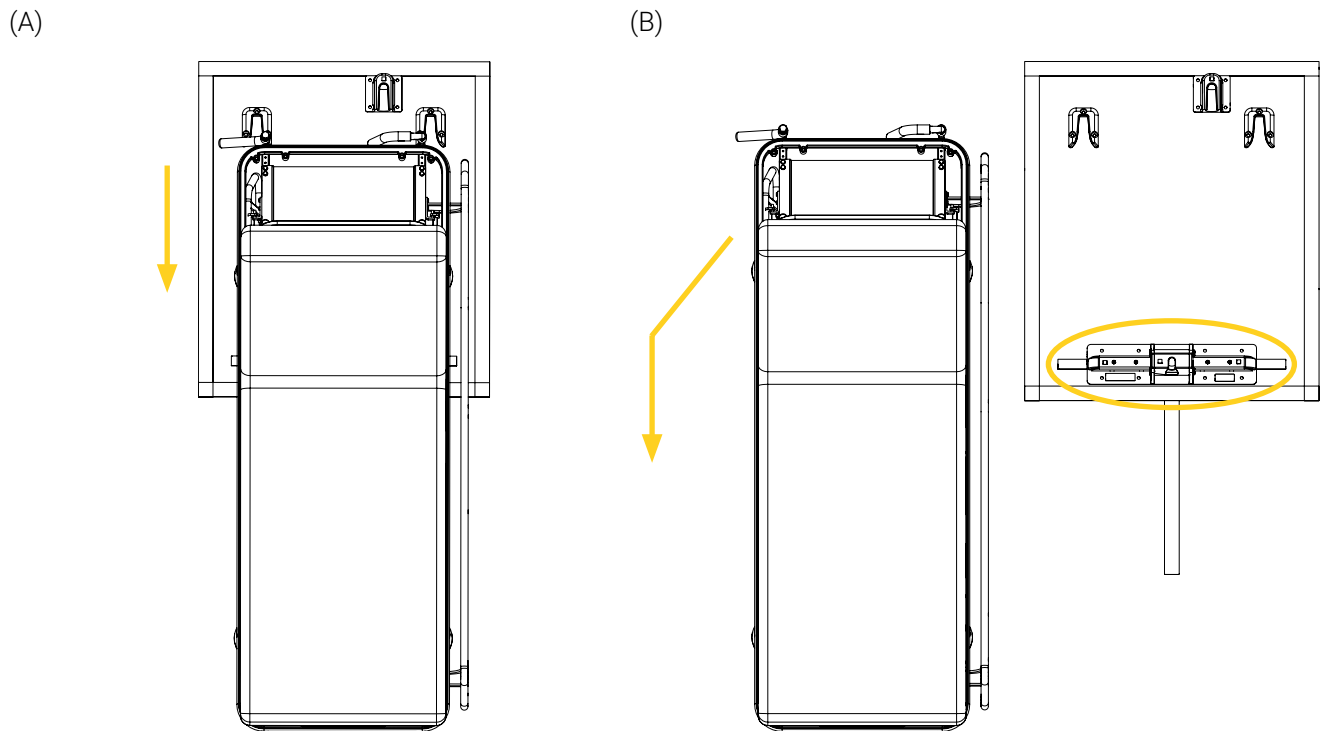

Figure 20: Déplacer de façon sécuritaire la civière hors du AnchorMed
3. Diriger le côté pied de la civière hors du ruban de marquage au sol, tout en s'assurant d'éviter de façon sécuritaire l'Ancrage au sol (Figure 20). Consulter la section « Mesures de sécurité » à la page 13 au besoin.